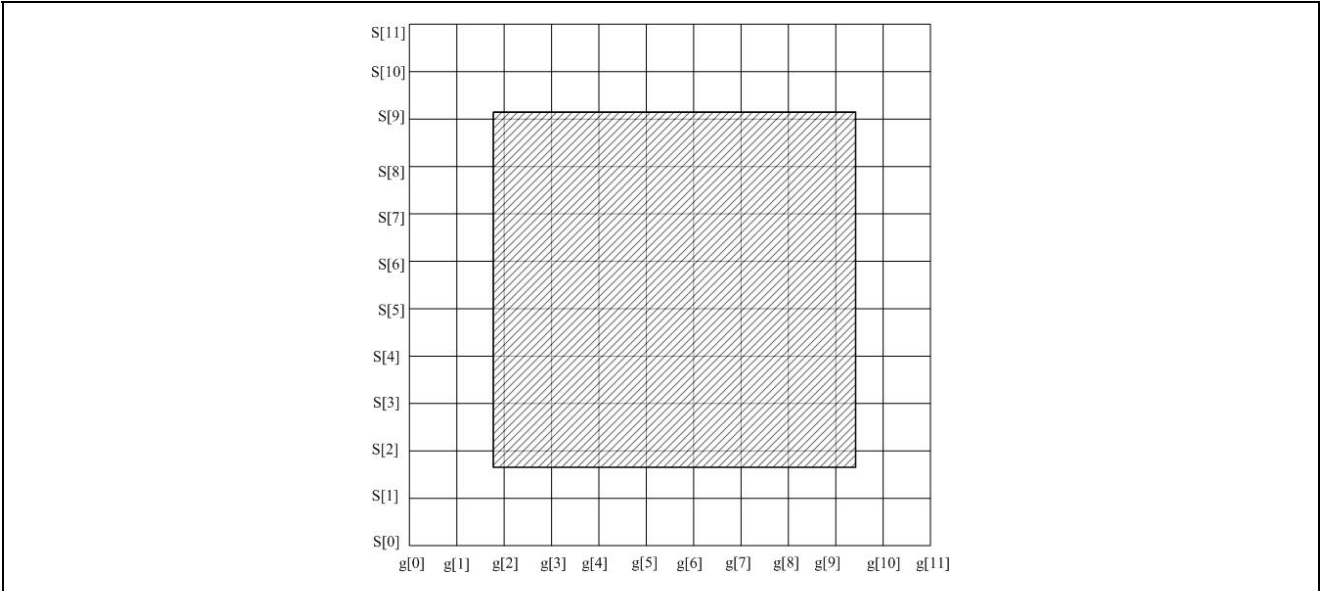

图 9 音乐数据偏移地址设置
audio_offset_adr 是设置音乐数据的水平平移, 示意图如图 9 所示。
注: bias_one→ bias_twelve 是设置各个段的显示阈值,也即是划分音乐数据每段频率的幅度等级(当 ADC 的值大于该门限值,则对应的段点亮)。也可以通过对 12 个寄存器的设置,实现音乐同步数据在显示矩阵上的垂直平移,示意图如图 9 所示。
例: 如图 9 所示,横坐标为 grid (12 个),纵坐标为 seg (12 个),斜线区域表示在使用音乐同步显示功能时的显示区域 (8×8),则进行如下设置:
1. 设置 bias_one、bias_two、bias_eleven 和 bias_twelve 为 ffh, bias_three 到 bias_ten 设置各个音乐频率的阈值,即图 9 中 S[0]、S[1]、S[10]、S[11]所对应的行无显示(因为 ADC 的值不会大于 FFH);
2. 设置呼吸及音乐数据显示位置设置寄存器中的 audio_offset_adr=010b,则图 9 中 g[0]、g[1]、g[10]、g[11]所对应的列无显示,即显示从 g[2]列开始显示。